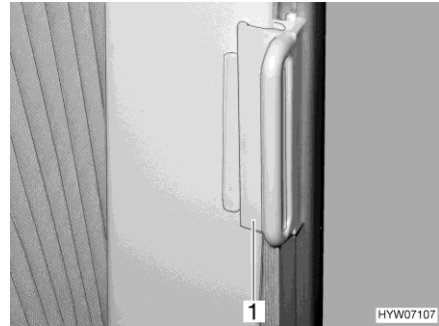

Bild 33 Lås för plisségardin
- Säkra: ■ Skjut in handtaget (Bild 33,1) över kanten. Plisségardinen är säkrad.